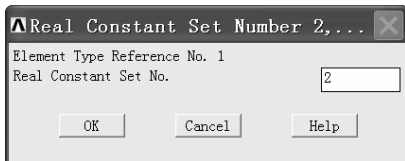
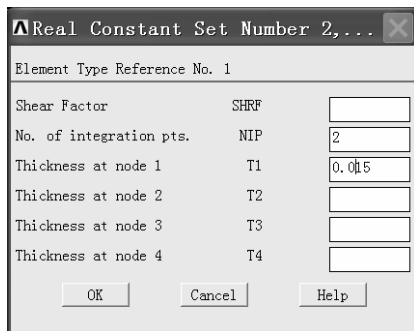

图 3-55 “Real Constant Set Number 2, ...” 窗口
图 3-56 另一种形式的“Real Constant Set Number 2, ...” 窗口
(7) 在另一种形式的“Real Constant Set Number 1, ...”窗口中“NIP”后的方框中输入“2”，在“T1”后的方框中输入“0.01”（即板厚），再单击“OK”按钮返回到“Real Constants”窗口。
(8) 单击“Real Constants”窗口中的“Add”按钮，再次弹出“Element T...”窗口，单击“Element T...”窗口中的“OK”按钮，弹出“Real Constant Set Number 2, ...”窗口（见图 3-55）。保持默认设置，单击“OK”按钮（该窗口中“Real Constant Set No.”后面方框中的“2”表示材料实常数的编号），弹出另一种形式的“Real Constant Set Number 2, ...”窗口（见图 3-56）。